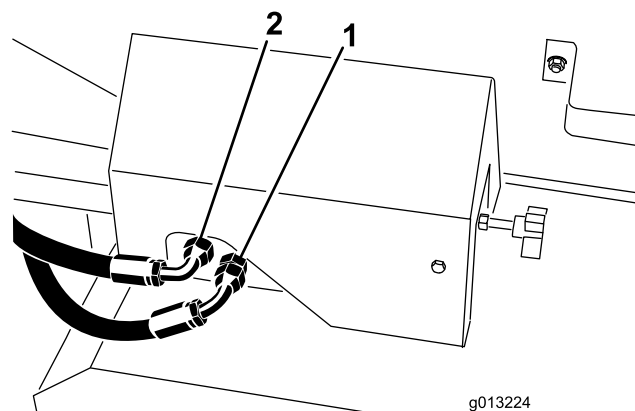
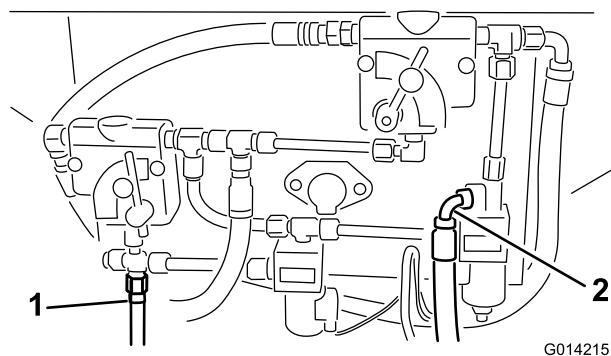
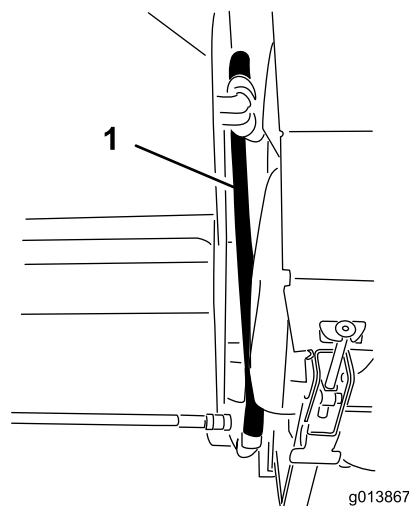
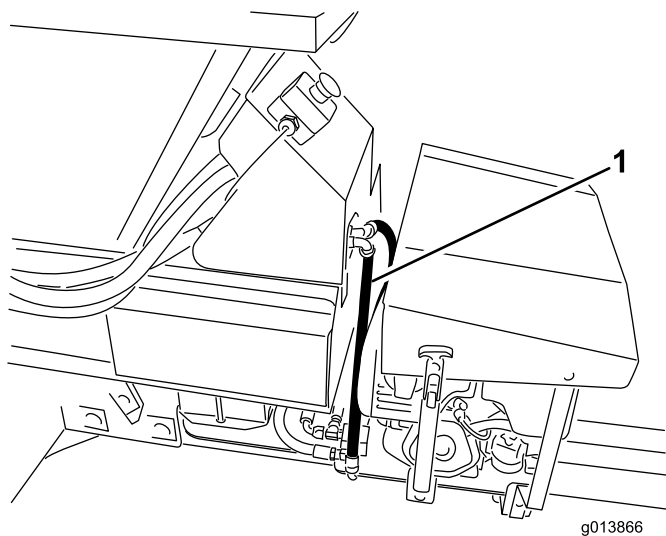

Figure 15
Figure 14
Figure 16
Figure 17
39. Identifiez les raccords de retour et de pression sur le modèle de base du ProPass. Reportez-vous à la Figure 14 pour les version SH et à la Figure 15 pour les versions EH.
40. Si des flexibles de pression et de retour sont installés aux emplacements indiqués à la Figure 14 et la Figure 15, déposez-les.
41. Branchez les flexibles hydrauliques au panneau de commande hydraulique. Reportez-vous à la Figure 14 et la Figure 16 pour les versions SH et à la Figure 15 et la Figure 17 pour les versions EH.